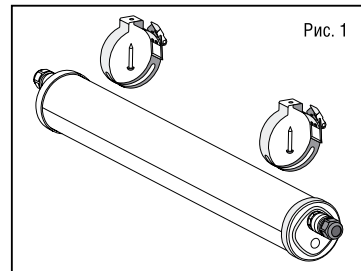

Рис. 1
2. Наметьте место будущей установки светильника и просверлите отверстия, закрепите гибкие монтажные скобы с помощью саморезов, затем обогните скобами светильник и застегните замковые механизмы (Рис. 1). Для установки светильника подвесным способом используйте комплект для подвесного монтажа Navigator (в комплект поставки не входит, артикул – 14 331/14 332).